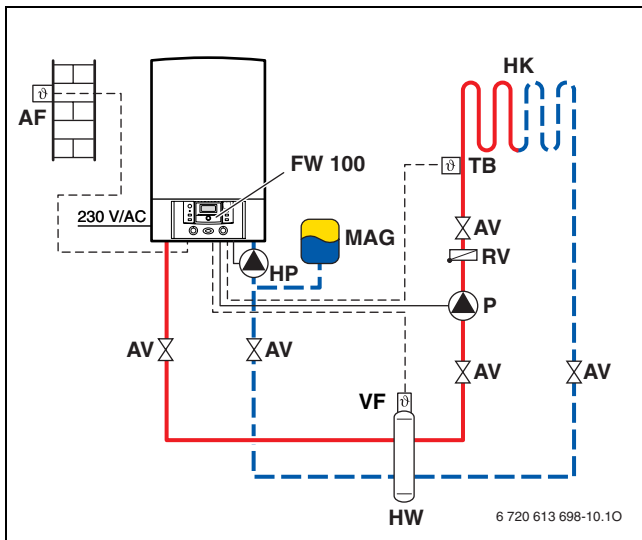
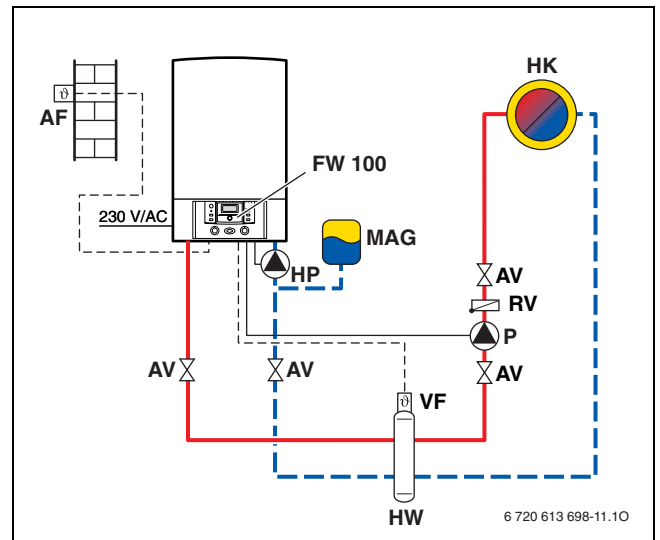

Рис. 28 Пример контура обогрева полов с расходом более 1000 л/ч
Рис. 29 Пример с отопительным контуром без смесителя
**Пояснения к рис. 28 и рис. 29:**